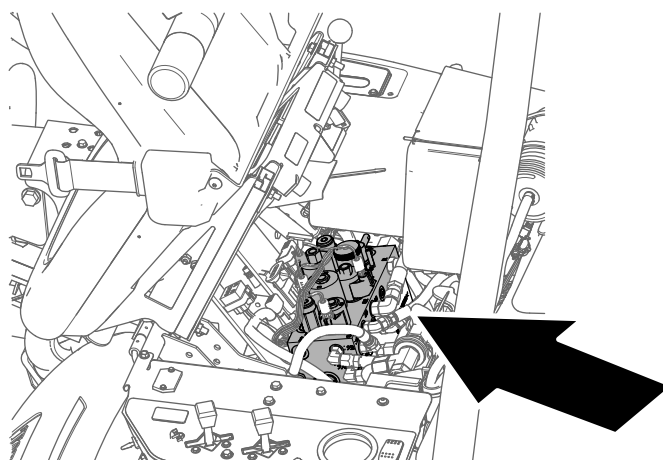

Bild 50
4. Klappen Sie den Bedienerstz hoch und stützen Sie ihn mit der Stützstange ab (Bild 50).